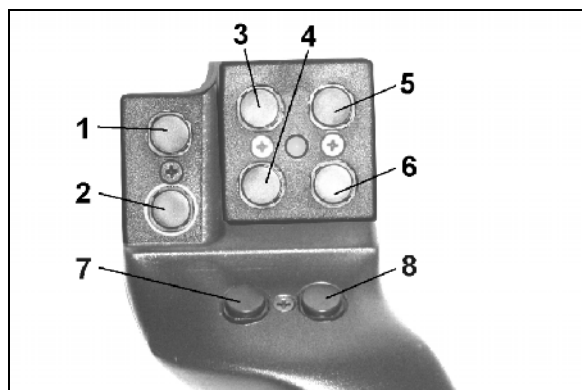
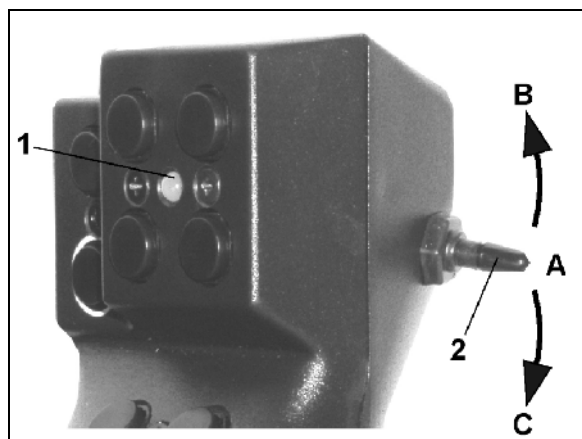

Fig. 129
Fig. 130
Pentru operarea AMATRON⁺, maneta multifuncțională (Fig. 129) are la dispoziție 8 taste (1 - 8). Suplimentar, cu ajutorul comutatorului (Fig. 130/2), alocarea tastelor poate fi modificată în 3 moduri.
-  poziție centrală (Fig. 130/A) și poate fi acționat
-  în sus (Fig. 130/B) sau
-  în jos (Fig. 130/C).
Poziția comutatorului este indicată de o lampă LED (Fig. 130/1).